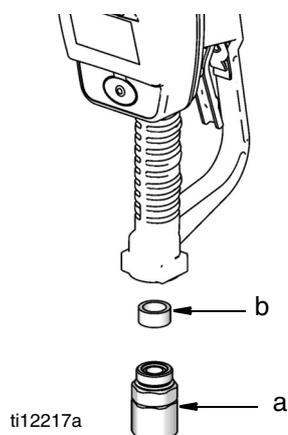

FIG. 2
2. Rimuovere il raccordo girevole (a), il distanziale (b) e l'anello di tenuta (c) dal dosatore (FIG. 2). Reinstallare il distanziale (b).